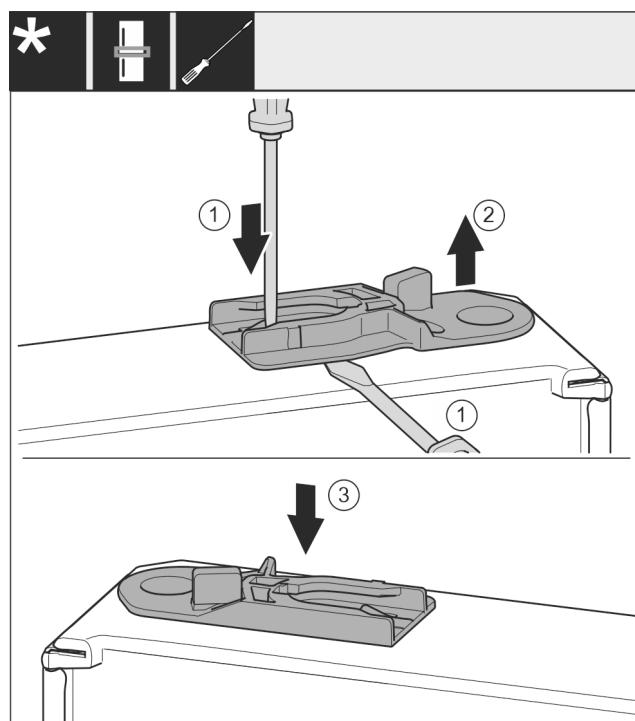

Fig. 38 *
- Витягніть направляюче гніздо: Натисніть шліцевою викруткою накладку і одночасно підведіть її під направляюче гніздо. Fig. 38 (1, 2)*
- Направляюче гніздо, що входить до складу постачання, вставити з іншого боку корпуса. Fig. 38 (3)*